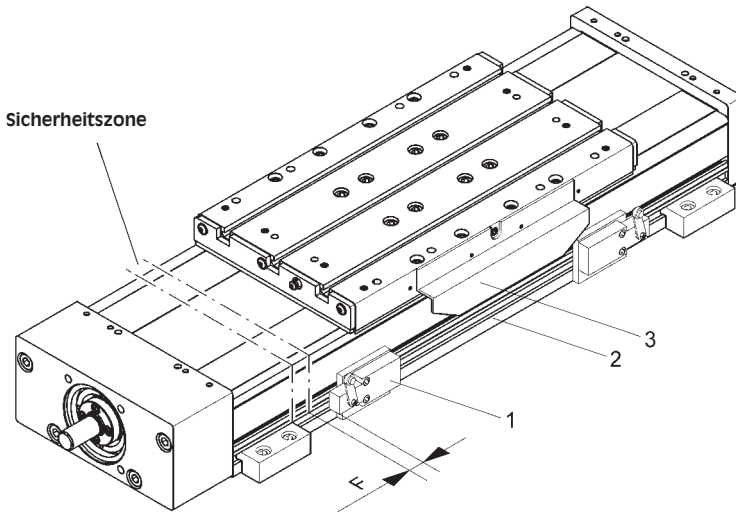

Bild 6
1. **Bild 6:** Klemmschraube des mechanischen Endschalters (1) lösen.
2. Verschieben des Endschalters (1) in dem Aluminium-Rohrprofil (2) an die gewünschte Position.